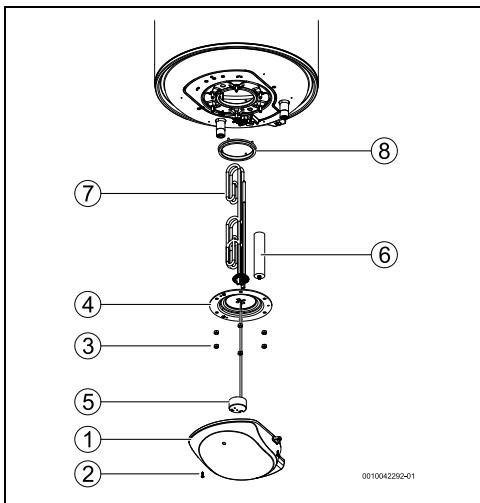

Fig. 11
- ▶ Réglér le thermostat sur la température maximale, tourner le thermostat vers la gauche jusqu'à ce qu'il s'arrête (→ Fig. 11)